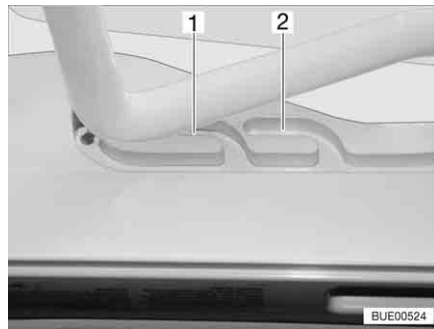
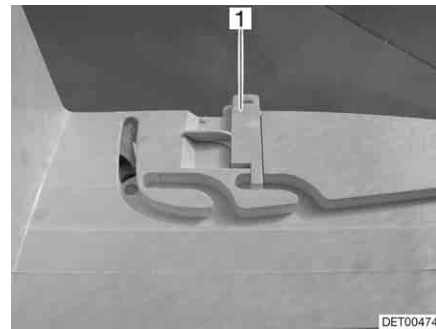

Bild 67 Heki-takluckan i ventilationsläge
Bild 68 Lås ventilationsläge
Heki-takluckan kan ställas i två ventilationslägen: Läget för dåligt väder (Bild 67,1) och mittläget (Bild 67,2). Beroende på modell kan takluckan låsas i mittläget med spärren (Bild 68,1).
- Tryck bygel lätt uppåt och skjut in den i det valda spåret (Bild 67,1 eller 2) och lås eventuellt.